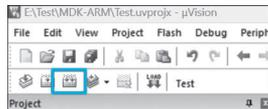

图 3.51 Rebuild 按钮所在位置
(5) 修改完成后,单击左上角的 Rebuild 按钮 ,如图 3.51 所示。